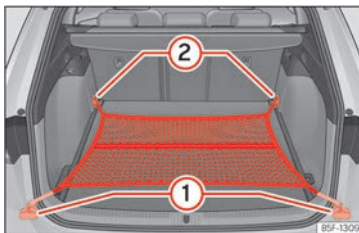

Abb. 195 Im Gepäckraum: flach eingehängtes Gepäcknetz.
- Hängen Sie die Haken in die Verzurrösen ein » (Abb. 195) (1) und (2) » ⚠️. Der Reißverschluss des Gepäcknetzes muss dabei nach oben zeigen.